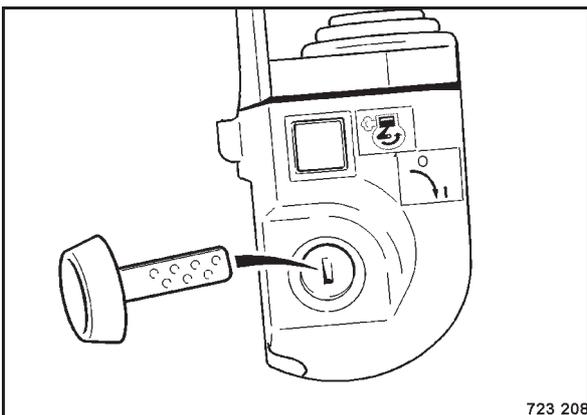

Bild 65
- Zündschlüssel (Bild 65) abziehen und sicher verwahren.